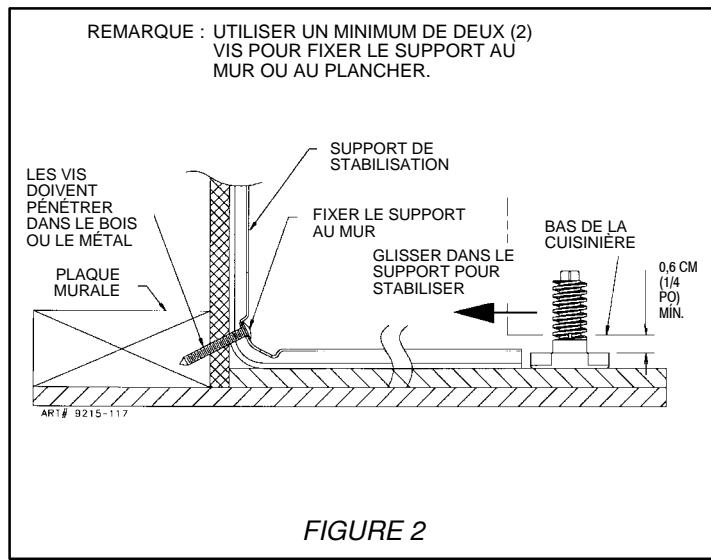

FIGURE 2
ou un poinçon peut également être utilisé si une perceuse n'est pas disponible) tel qu'indiqué à la figure 2. Fixer le support de STABILISATION au mur à l'aide des deux vis fournies tel qu'indiqué à la figure 2. Passer à l'ÉTAPE 3.
- A. Placer la cuisinière de façon à ce qu'elle puisse entrer dans l'ouverture où elle sera encastrée et la pousser en place. S'assurer que le pied de réglage est inséré à fond dans le support de STABILISATION et que celui-ci le retient bien. Remarque : Un dégagement minimum de 6 mm (1/4 po) est exigé entre la cuisinière et le pied de mise à niveau qui va s'insérer dans le support de STABILISATION (voir figure 2).